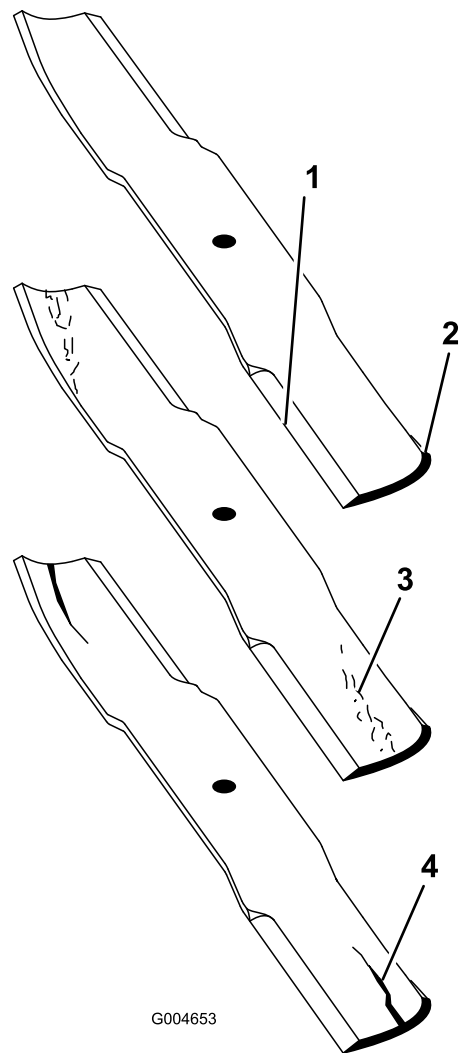

Figura 93
1. Inspeccione as extremidades de corte (Figura 93).
2. Inspeccione as lâminas, especialmente a área curva (Figura 93).
Nota: Se verificar quaisquer danos, desgaste, ou formação de ranhuras nesta área, instale imediatamente uma lâmina nova (Figura 93).